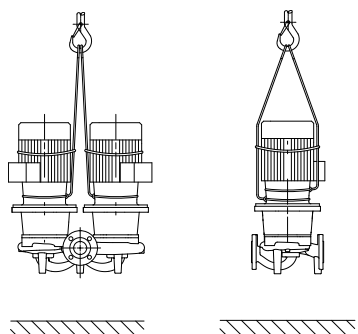

Fig. 7: Transport de la pompe
- Les œillets de transport du moteur servent ici de guidage lors de la suspension de la charge (fig. 7).